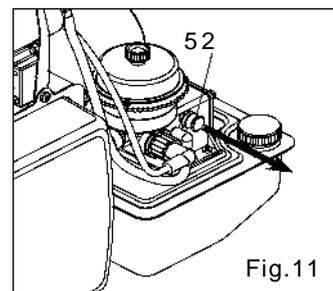

Fig.11
- 1) Pull stop button (52) outwards to open fuel valve. (Fig. 11)
- 1) Unterbrecher der Benzinzufuhr (52) herausziehen, um das Kraftstoffventil zu öffnen (Abb. 11)